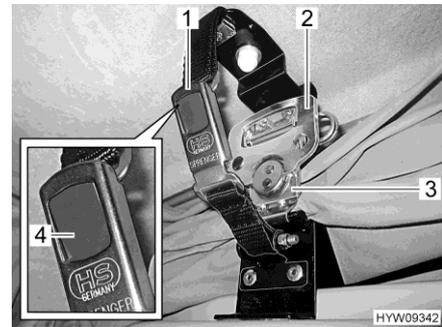

Fig. 20 Bloccaggio (tetto a soffietto)
- Aprire la serratura a scatto (Fig. 20,1) sui due lati. A tale scopo, premere il bottone a pressione grigio (Fig. 20,4).
- Aprire la maniglia (Fig. 20,2) della serratura rapida (Fig. 20,3) e ruotarla per metà giro in senso antiorario. In questo modo il bloccaggio viene sbloccato.